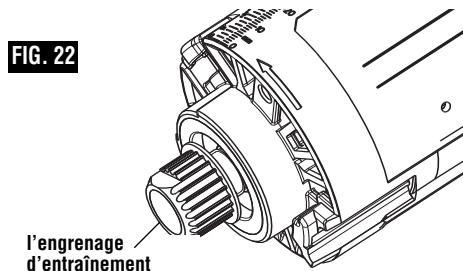

FIG. 22
1. Retirez l'écrou de la pince de serrage du moteur et installez la poulie d'entraînement à l'aide de la clé à écrou de pince. Veillez à ce que l'engrenage d'entraînement soit serré à fond sur l'axe du moteur. (Fig. 22)